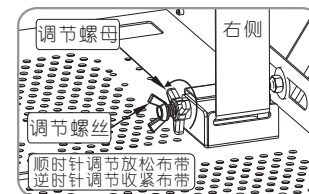

图17
- 右侧布带高度调节（图17），先拧松右侧调节螺母（从中间往右侧看的逆时针方向），转动右侧的调节螺丝，可以放松或者收紧布带；顺时针调节放松布带，右侧降低相应高度，逆时针调节收紧布带，右侧升高相应高度；